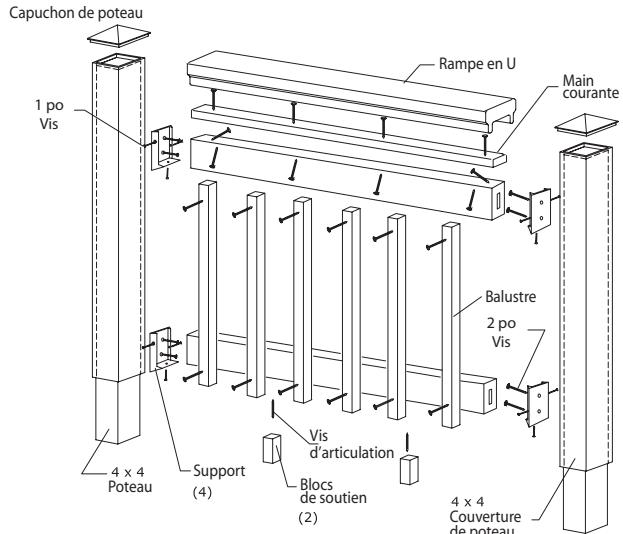
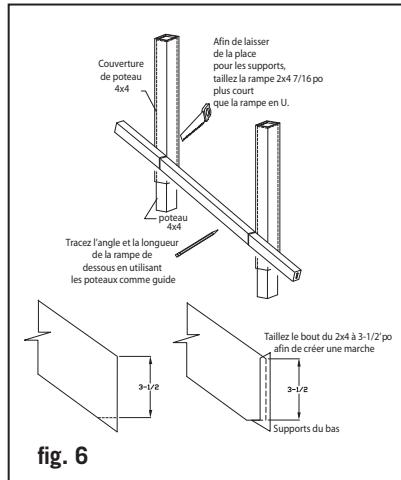

fig.1a
fig. 6
Étape 6 : Calculez la distance entre les couvertures de poteau fixées afin de déterminer la longueur des rampes de dessus et de dessous (fig.1a et 1b). **Note! Taillez la main courante et la rampe en U en vous fiant sur la mesure des espacements entre les poteaux. Afin de laisser de la place pour les supports, taillez les rampes 2x4 7/16 po plus court que l'écart qui se trouve entre les poteaux.**
Étape 10 : Placez la rampe de dessous dans les supports et prépercez les quatre trous de la rampe avec une mèche de 1/8 po. Fixez la rampe avec des vis de 1 po. **Balustres posés sur la face extérieure (fig. 1a)**
Étape 12 (a) : En utilisant des supports 2x4 comme gabarit, tracez la position des vis sur les poteaux et prépercez avec une mèche 1/8 po (fig.6). Fixez les supports avec deux vis de 2 po. Faites la même chose de l'autre côté avec la couverture de poteau. Placez la rampe de dessus dans les supports et prépercez six trous avec une mèche de 1/8 po. Fixez la rampe avec six vis de 1 po. **Note! Lorsque la balustrade doit être fixée à un poteau dans un coin, prépercez et posez une vis ronde de 1-1/2 po à un angle de 45° au bas du 2x4 et du support, et ce, dans le poteau.**
Étape 4 : Calculez la distance entre les couvertures de poteau fixées afin de déterminer la longueur des rampes de dessus et de dessous (fig.1a et 1b). **Note!** Taillez la main courante et la rampe en U en vous fiant sur la mesure des espacements entre les poteaux. Afin de laisser de la place pour les supports, taillez les rampes 2x4 7/16 po plus court que l'écart qui se trouve entre les poteaux. Coupez les rampes de la bonne longueur et du bon angle (fig.6).
Étape 6 : Le bas inférieur des rampes 2x4 nécessite une deuxième coupe perpendiculaire à la première afin qu'il se place sur le support du bas. Mesurez 3-1/2 po à partir du dessus de la rampe et tracez. Taillez la partie trop longue sous la marque de 3-1/2 po (fig.6). Placez le bas de la rampe 2x4 entre les poteaux.
Balustres posés sur la face extérieure (fig. 1a)
Étape 10 (a) : En utilisant des supports 2x4 comme gabarit, tracez la position des vis sur les poteaux et prépercez avec une mèche 1/8 po (fig.6). Fixez les supports avec deux vis de 2 po. Faites la même chose de l'autre côté avec la couverture de poteau. Placez la rampe de dessus dans les supports et prépercez six trous avec une mèche de 1/8 po. Fixez la rampe avec six vis de 1 po.